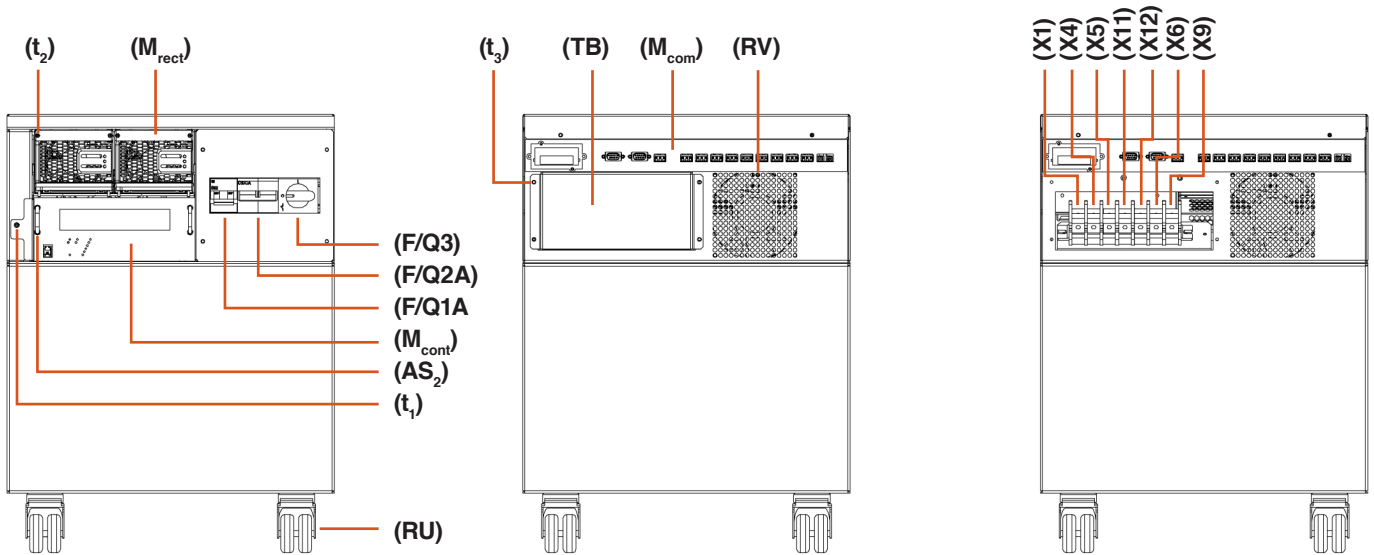

Abb. 4. Vista Kasten mit Rollen.
- System im Gehäuse mit Kapazität für Batterien. Am Boden der Tischversion ist ein Gehäuse mit Lenkrollen angebracht, das Platz für eine bestimmte Gruppe von Batterien bietet (siehe Abb. 4).